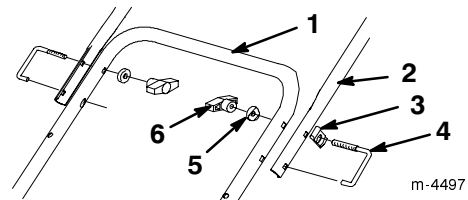

**Figure 5**
2. Montez la barre de commande sur la partie supérieure du mancheron de la manière indiquée à la Figure 4 (modèles 38428 et 38429) ou à la Figure 5 (modèles 38441 et 3844).